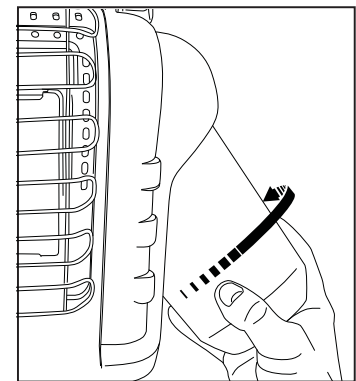

Figure 2 : Attaché au réservoir du carburant
- Pour utiliser avec du propane : Le régulateur pivotant vers l'extérieur pour l'installation du réservoir facile. Visser la cartouche d'alimentation de (1 livre= 465g) du gaz Propane jetable (G31) dans le sens horaire (à partir du bas) dans le réchauffeur portatif jusqu'à ce qu'il soit serré; voir Figure 2. N'utilisez pas un produit d'étanchéité sur cette connexion.